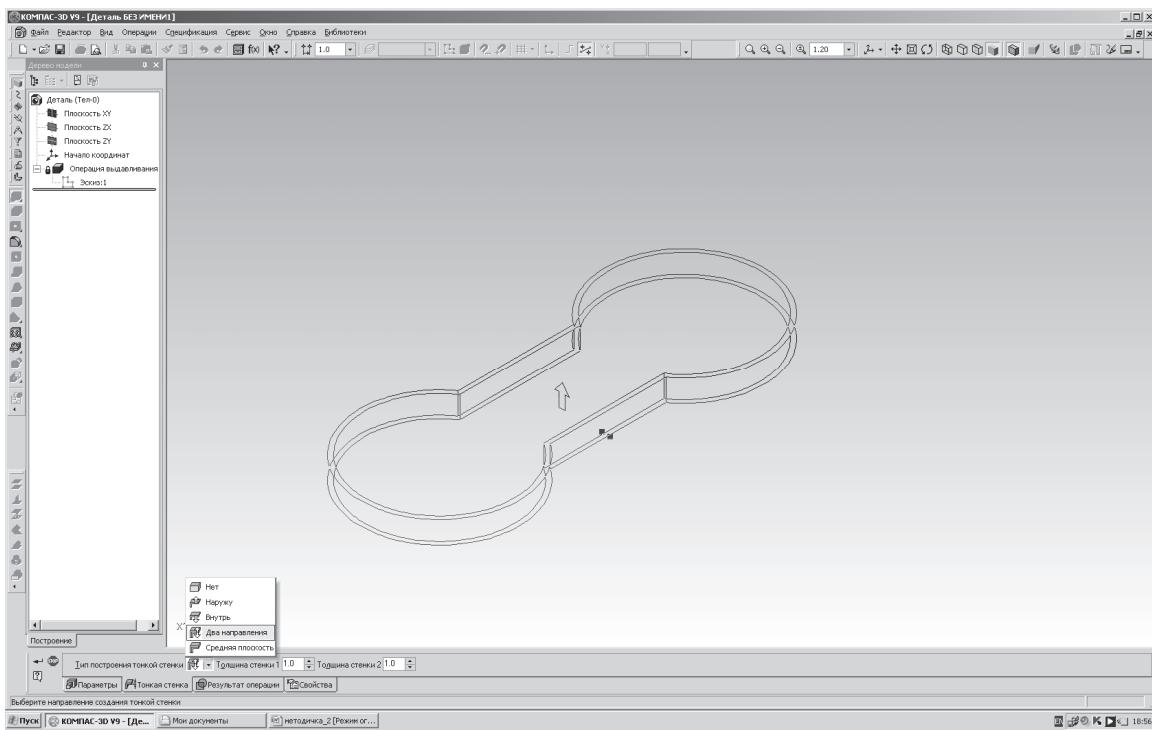

Рис. 11. Выдавливание. Панель свойств. Тонкая стенка
- тонкая стенка, где задается наличие либо отсутствие тонкой стенки, тип ее построения и толщина (рис. 11);